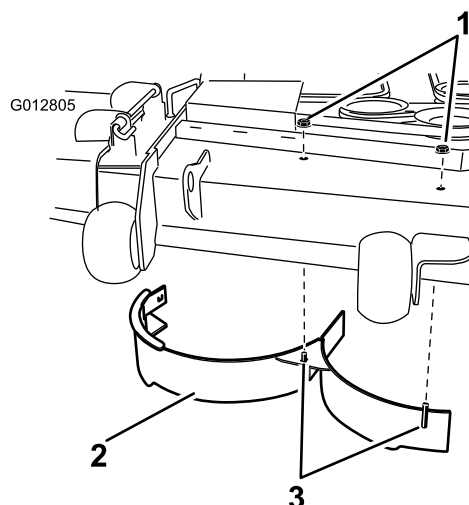

**Figura 33**
8. Retire el perno de cuello cuadrado (5/16 x 3/4 pulgada) y la contratuerca (5/16 pulgada), situados en la pared trasera de la carcasa de corte, que sujetan el deflector a la carcasa (Figura 33).
9. Localice el protector del deflector en el borde delantero del orificio de descarga lateral. Retire los fijaciones que sujetan el protector del deflector y el deflector derecho a la carcasa de corte, según se muestra en Figura 33. Retire el protector del deflector y guarde todos los herrajes.